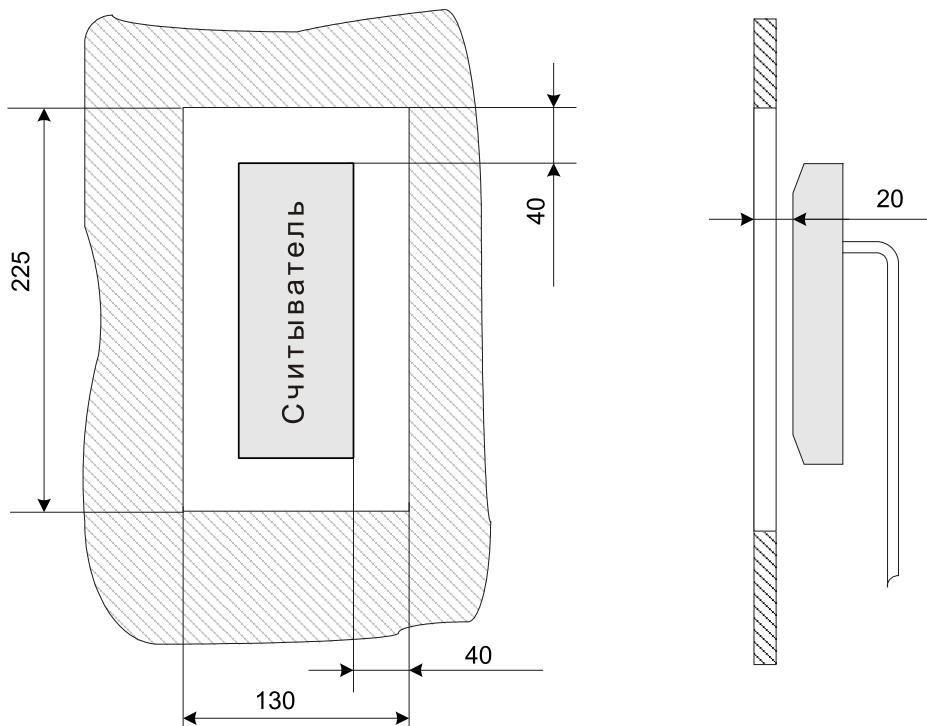

Рисунок 2. Установка считывателя за металлической поверхностью
- При установке считывателя за металлической поверхностью, в ней необходимо вырезать окно, напротив которого, равноудалено от краев окна, и устанавливается считыватель (см. рис. 2), при этом размеры окна должны быть не менее 225×130 мм. Само окно может быть закрыто неметаллической вставкой (например, из пласти массы), а считыватель